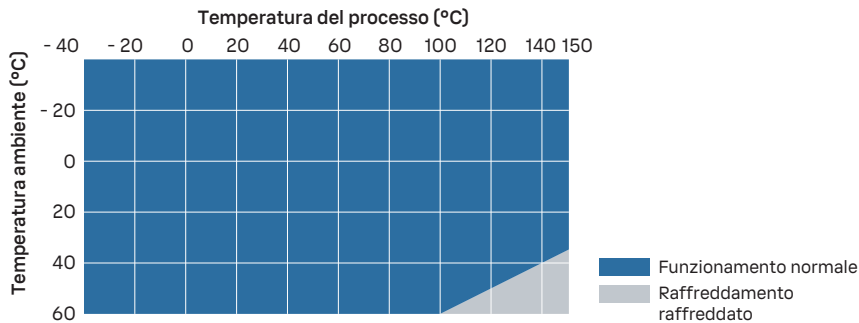

Figura 26 Temperatura di processo e raffreddamento consigliato
- Utilizzare un raffreddamento aggiuntivo in base a Figura 26 \(pagina 145\). Si noti che i valori in figura sono indicativi. Il raffreddamento richiesto dipende dal luogo di installazione e dall’ambiente.